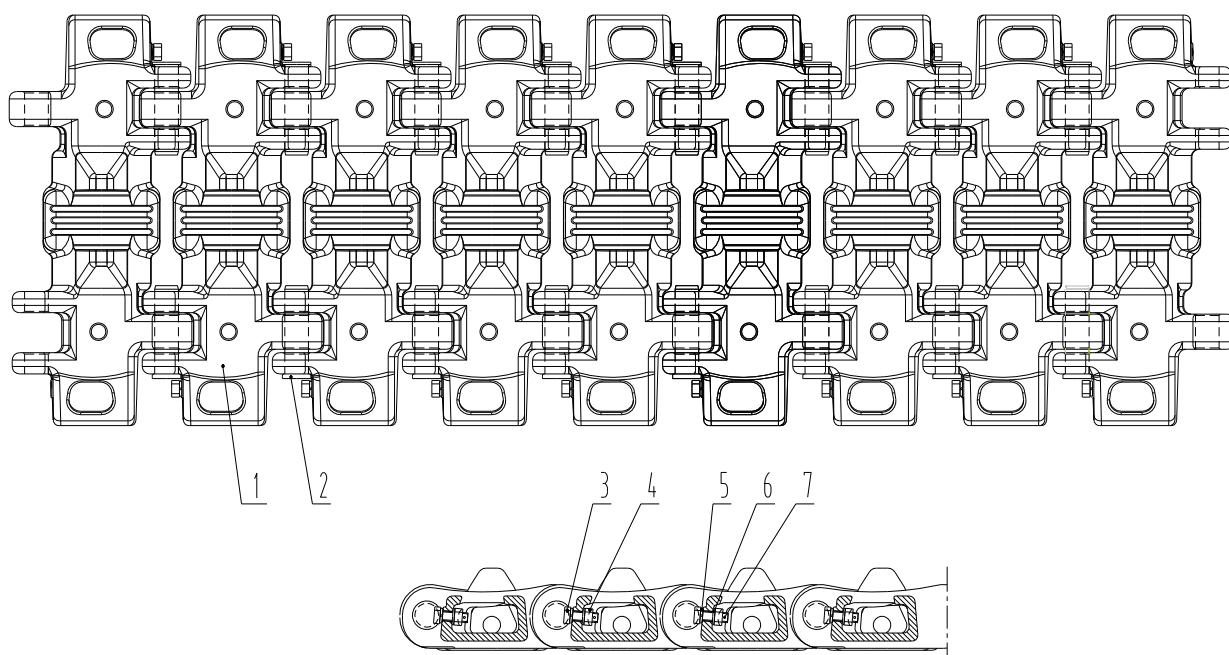

Рисунок 12-10. Гусеничная цепь
8. С самой близкой к нижней части натяжного колеса гусеничной ленты снимите установочные болты (см. рисунок 12-10);
7. Установите фиксирующий болт соединительного пальца, закалённую шайбу и гайку (см. рис. 12-10). Затяните до 2806 Н·м с резьбой, смазанной фиксатором резьбы. Прихватите сваркой гайку к резьбе винта.